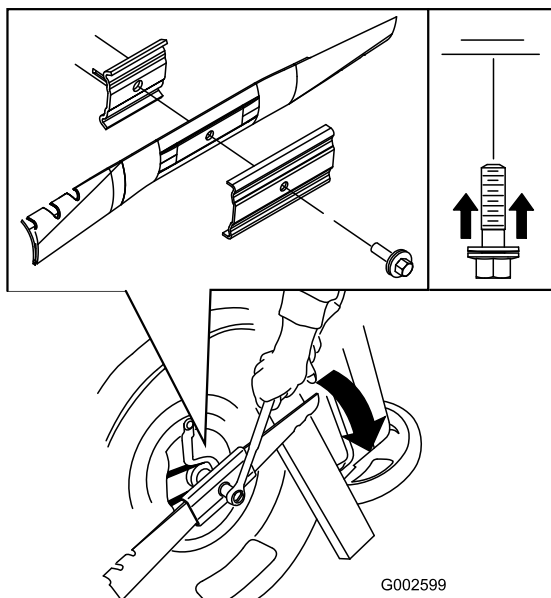

Figura 31
- Instale a nova lâmina (rode o parafuso da lâmina no sentido dos ponteiros do relógio) e todo o equipamento de montagem (Figura 31).